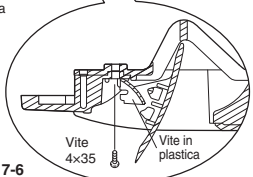

Fig. 7-6
- (7) Sistemare le viti in dotazione nei fori al centro del pannello (2 punti, davanti e dietro) e serrarle. Come indicato in Fig. 7-6, aprire il coperchio della vite al centro dell'uscita dello scarico, quindi inserire e serrare le viti e chiudere nuovamente il coperchio.